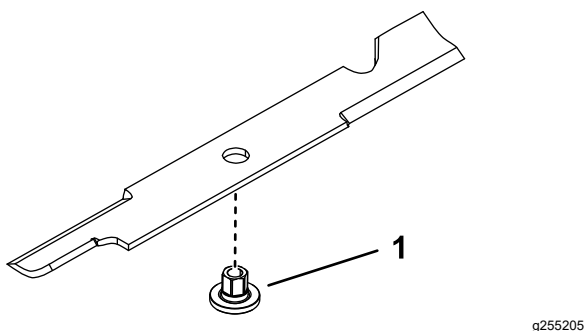

Figura 84
1. Instale el buje a través de la cuchilla con la brida del buje en el lado inferior (lado del césped) de la cuchilla (Figura 84).